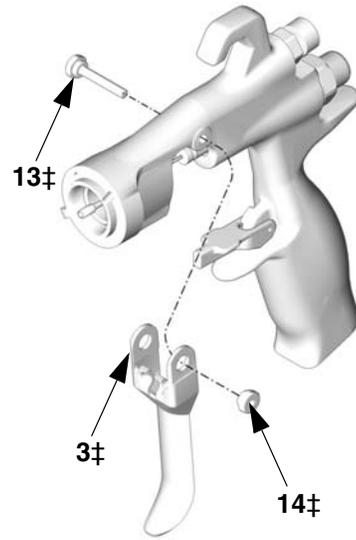

图 37
- 用喷枪工具 (30) 和螺母起子 (29) 卸下扳机枢轴销螺母 (14†)、枢轴销 (13†) 和扳机 (3†)。见图 37。